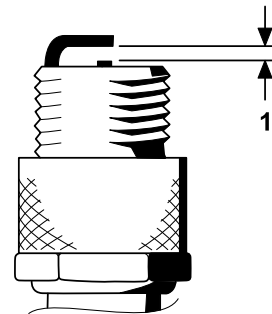

Рисунок 35
- Установите зазор между центральным и боковым электродами на 0,76 мм, как показано на Рисунок 35.